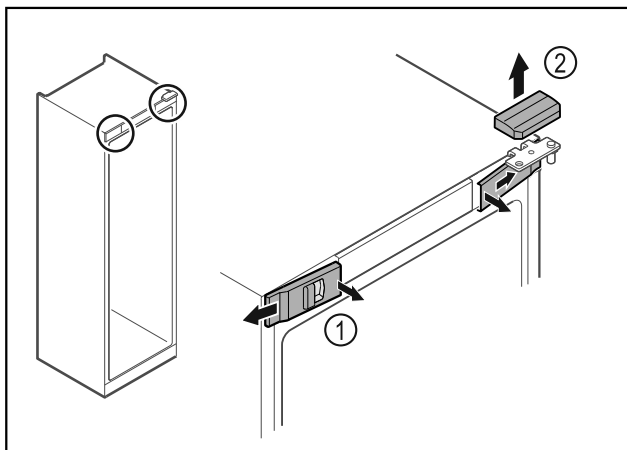

Fig. 7 *
- Uvolněte uvnitř přední kryty Fig. 7 (1) a sejměte je stranou.*
- Horní kryt Fig. 7 (2) odeberte směrem nahoru.*